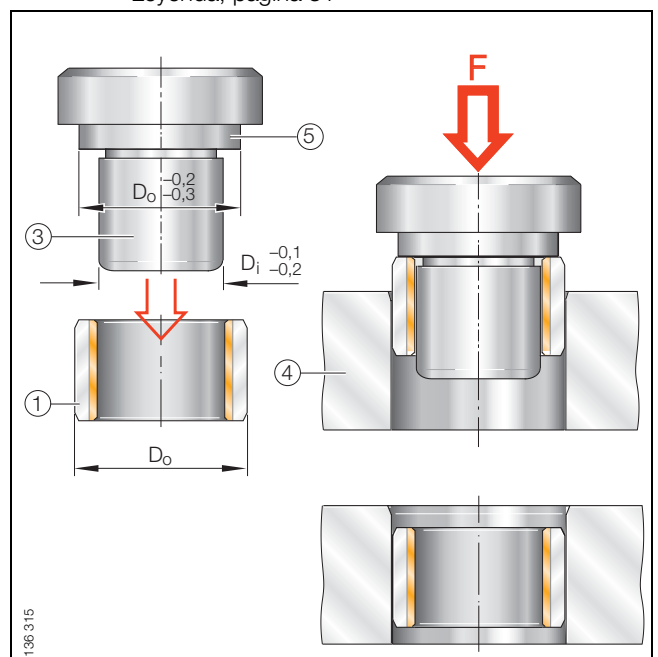

Figura 23 · Montaje a prensa, hendido,  $D_o \geq 55$  mm
- Montaje a prensa, hendido, con punzón, sin anillo auxiliar, según figura 23.